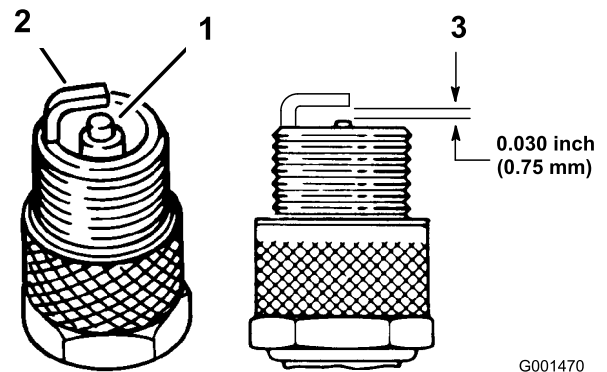

Figure 22
1. Examinez le centre des bougies (Figure 22). Si le bec de l'isolateur est recouvert d'un léger dépôt gris ou brun, le moteur fonctionne correctement. S'il est couvert d'un dépôt noir, c'est généralement signe que le filtre à air est encrassé.
2. Contrôlez l'écartement entre l'électrode centrale et l'électrode latérale (Figure 22). Courbez l'électrode latérale (Figure 22) si l'écartement est incorrect.
3. Connectez les bougies (Figure 22).